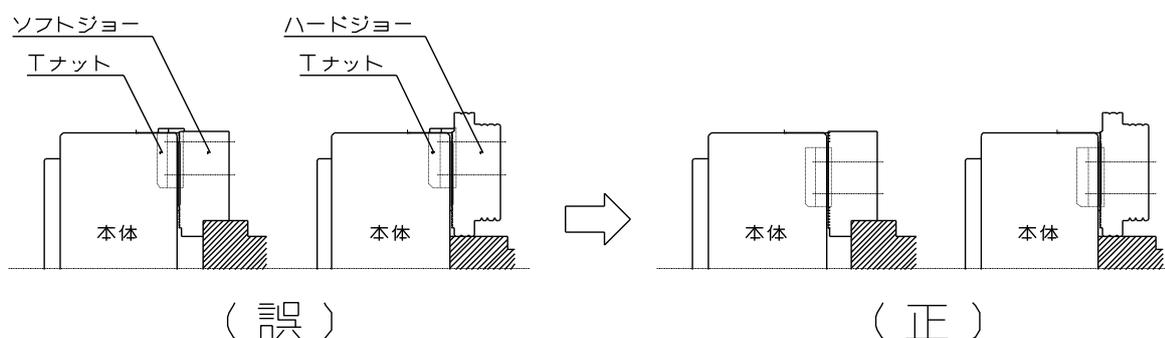

図 15
- T ナットはマスタジョーより飛び出さない状態で使用すること。(図 15 参照)